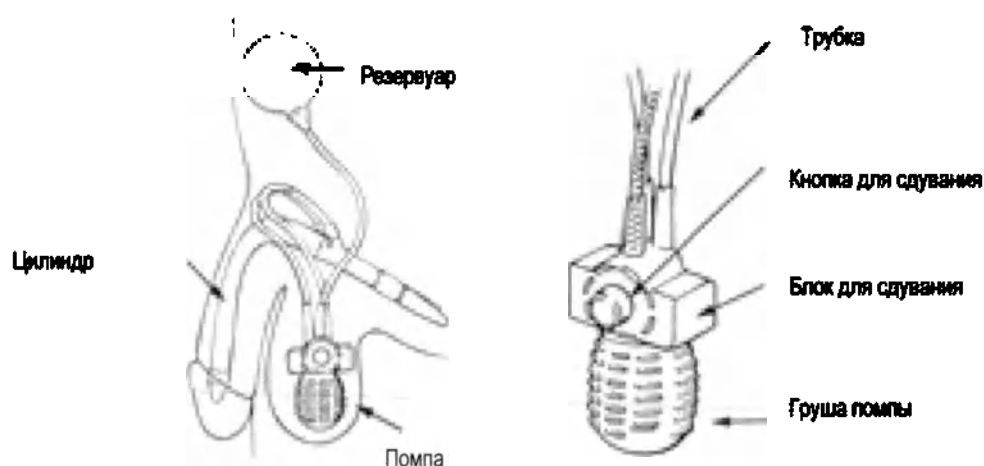

Рис. 1
- **«Компоненты протеза полового члена AMS 700 со вспомогательными устройствами»** представляют собой изделия, наполненные физиологическим раствором, которые полностью имплантируются в организм пациента и являются невидимыми после имплантации. Имплантат состоит из трех компонентов, соединенных трубкой (рис.1): резервуара, двух цилиндров с дополнительными удлинителями заднего наконечника (УЗН) (Колпачки-экстендеры (Rear Tip Extender) и помпы. Изделие поставляются как с покрытием InhibiZone™, так и без него, представляющего собой антибактериальную пропитку рифампином (рифампицином) и миноциклином гидрохлоридом. Заполненный жидкостью резервуар имплантируется в область таза около мочевого пузыря либо в место, выбираемое на усмотрение доктора. В резервуаре жидкость находится до тех пор, пока пациентом не будет принято решение об опорожнении цилиндров. Два цилиндра имплантируют рядом друг с другом в ствол полового члена. Помпу, состоящую из груши помпы и кнопки для сдувания, помещают в мошонку (рис.1 и 2). Помпу используют для раздувания и сдувания цилиндров путем перекачивания жидкости из резервуара в цилиндры. Груша помпы представляет собой сферическую часть, находящуюся внизу помпы. Кнопка для сдувания расположена выше груши на твердой пластине помпы прямоугольной формы.